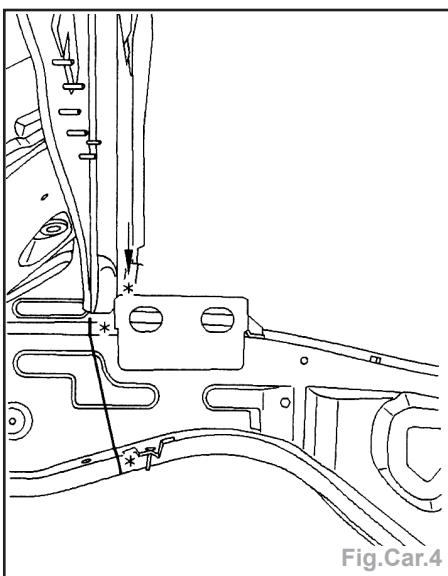

Fig.Car.4
- Dégrafer les 3 points à l'aide d'une fraise de Ø 8 mm (Fig.Car.4).